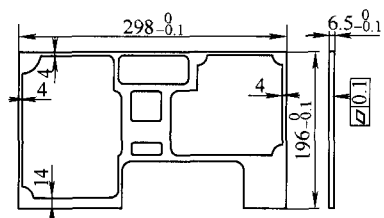
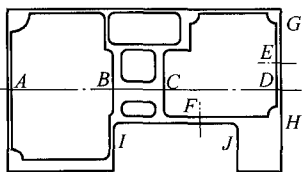

图 1
图3 橡皮泥砌合点分布
框架薄板零件由于对其特殊性能的需要,用途较广,因此铣削加工中经常遇到。图1是框架薄板
根据图1框架薄板零件采用的设备为X52K型铣床，装夹夹具为300mm机用平口虎钳，采用面铣刀进行铣削加工零件表面。
该零件的具体加工难度包括：①零件壁薄且去除材料较多，结构刚性差，且变形大(包括安装变形和加工变形)，不易保证零件公差要求。②零件材料硬铝牌号为LY12，铝合金材料强度和硬度均低，抗变形能力差，故装夹和加工零件极易产生变形。③零件长、薄，若采用机用平口钳装夹，操作困难，装夹变形在所难免。④零件薄，装夹需用垫铁将其垫高。但零件无法与垫铁无缝接触，使之加工产生振动，造成加工中二次变形，导致尺寸超差。⑤零件壁薄，装夹时，若夹紧力过大，零件产生“内鼓”现象，无法保证零件技术要求；若夹紧力小，铣削易振动产生水波纹，尺寸不易保证，且有安全隐患。⑥如图1所示，零件中部空，不能夹紧，在受铣削力时，易产生扭曲变形和振动，使零件加工无法达到技术要求。
橡皮泥的砌合时应注意:首先,橡皮泥应“砌”在工件刚性最薄弱的地方。其次,“砌”时橡皮泥分布点要选择适当。橡皮泥分布点选择适当遵循“零件牢固可靠”的原则。最后,也是最关键,“砌”时一定要生根,要牢牢“砌合”,不能“砌”上零件没“砌”上垫铁或“砌”上垫铁没“砌”上零件。根据以上说明,以图1所示零件为例进行说明,砌合点的分布如图3所示。
“砌”时橡皮泥分布点要在零件刚性最薄弱的地方,虎钳装夹刚性最薄弱的地方在虎钳夹持零件中心线处,也就是图3中的A、B、C、D点处,但以这个零件本身而言,GH、IJ段在虎钳装夹情况下是无法夹持的,是零件刚性薄弱环节。